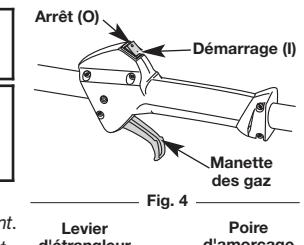

Fig. 4
REMARQUE : Il n'est pas nécessaire de faire démarrer la machine. La commande Arrêt/Marche est en position Marche (I) en permanence (Fig. 4).
- Appuyez sur la commande Marche/Arrêt Stop et maintenez-la en position **ARRÊT (O)** jusqu'à ce que le moteur s'arrête complètement (Fig. 4).